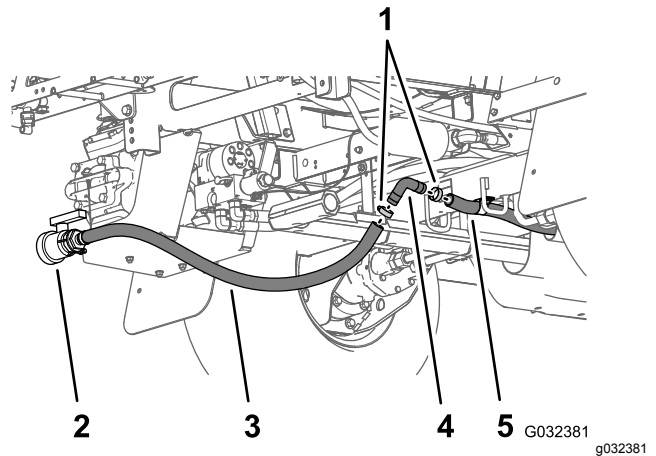

Bild 55
8. Setzen Sie das gezahnte 90° Anschlussstück, das Sie in Schritt 3 entfernt haben, in den Ablassventilschlauch und den hinteren Behälterablassschlauch ein (Bild 55).
9. Befestigen Sie das gezahnte 90°-Anschlussstück und die Ablassschläuche mit den zwei Schlauchklemmen, die Sie in Schritt 2 abgenommen haben (Bild 55).